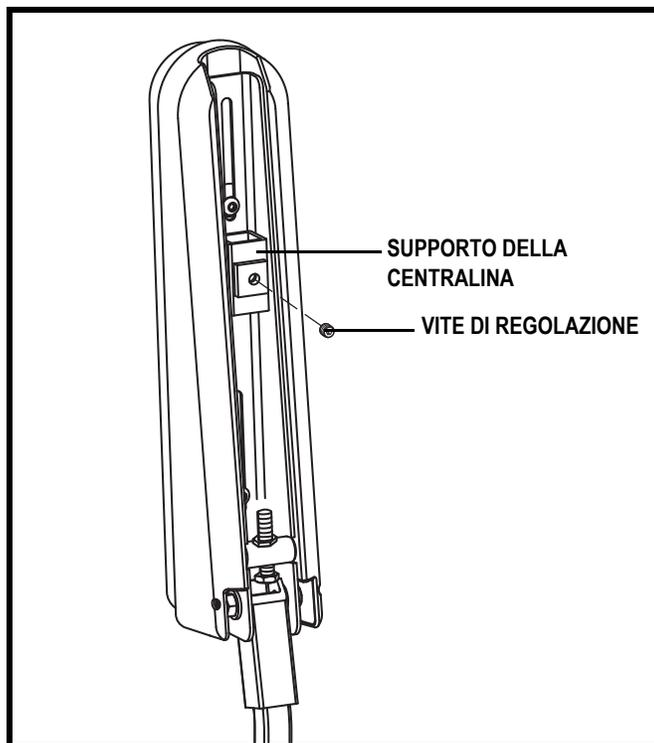

Figura 17. Lato inferiore del bracciolo
2. Allentare le viti sulla staffa della centralina. **Vedere la figura 17.**
4. Alzare il bracciolo e allentare la vite di fermo. **Vedere la figura 17.**